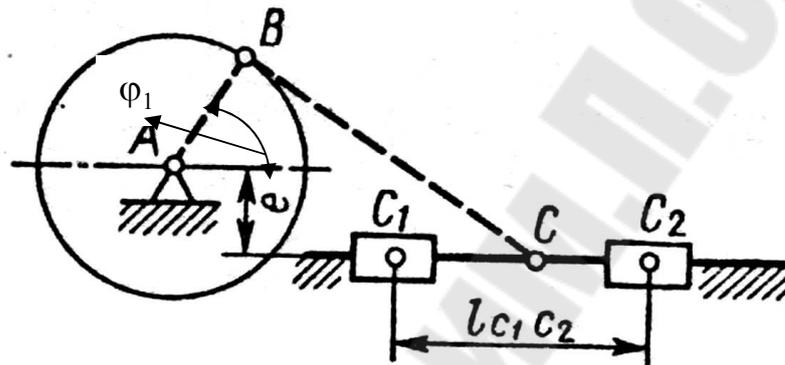

Рис.2.1
1. Спроектировать схему кривошипно-ползунного механизма, изображенного на рис. 2.1, по заданному коэффициенту изменения средней скорости ползуна  $K$  ходу ползуна  $l_{C_1C_2}$  и смещению направляющей  $e$ . Определить скорость и ускорение точки  $C$ , если угловая скорость звена  $AB$   $\omega_{AB} = 20 \text{ с}^{-1}$ , для положения, когда угол  $\varphi_1 = 60^\circ$ . Исходные данные приведены в табл. 2.1.